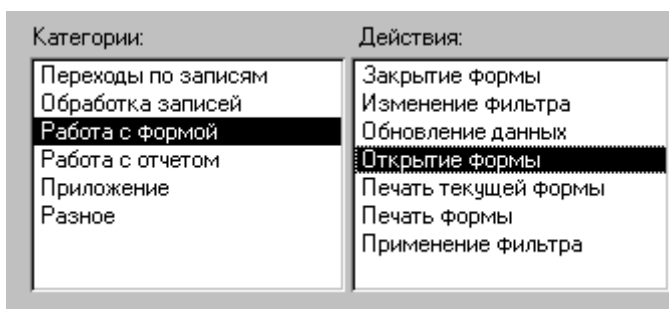

Рис. 22. Открытие формы
3.1. Установка связи между формами. Следующая наша задача – связать две ранее созданные нами формы. Для этого откроем форму «поставщики_лента» в режиме конструктора, возьмем с панели элементов кнопку и поместим ее в примечание формы. В открывшемся диалоговом окне «Создание кнопок» выберем категорию «Работа с формой» и действие «Открытие формы» (рис. 22).